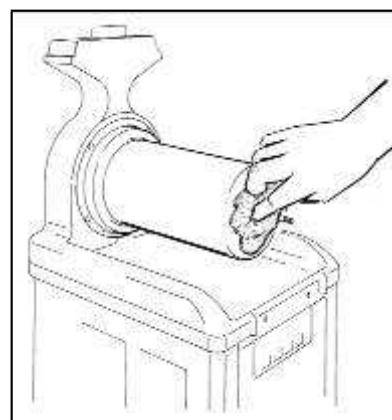

Рис. 33
- Аккуратно вымыть испаритель и поверхность, на которой собирается конденсат, используя чистую губку, смоченную дезинфицирующим веществом (см. Рис.33).